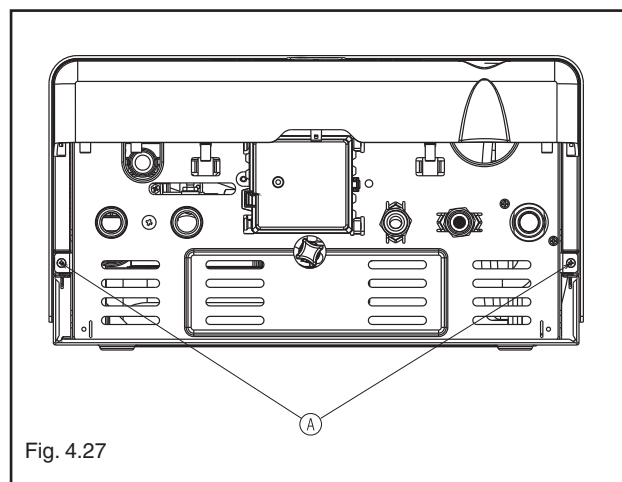

Fig. 4.27
- Togliere il mantello svitando le due viti **A** (fig. 4.27)